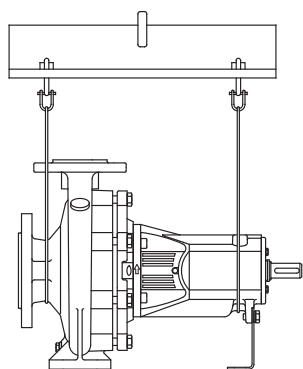
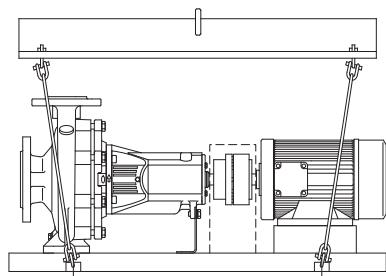

Fig. 1: Transporte da bomba
Fig. 2: Transporte da unidade completa
- Para evitar deformações, realizar a elevação correcta da bomba de acordo com a (Fig. 1) ou (Fig. 2). Os olhais de suspensão na bomba ou motor não podem ser utilizados para levantar a unidade completa. Estes destinam-se apenas ao transporte dos componentes individuais aquando da montagem e desmontagem.